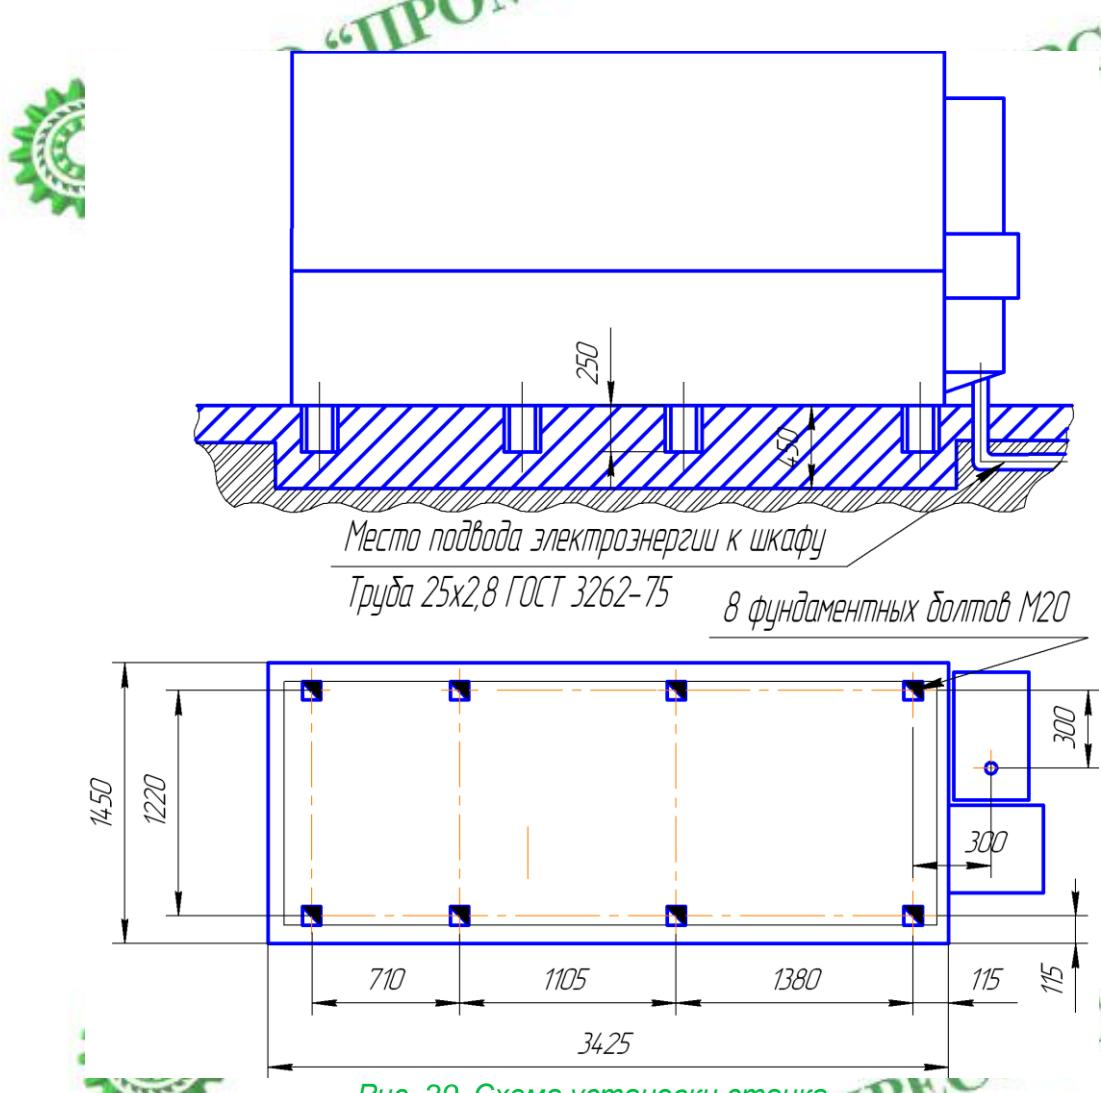

Рис. 29. Схема установки станка
9.4.1. Схема установки станка модели С25-5А приведена на рис. 29